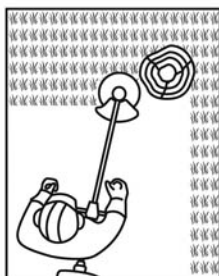

Fig. 29
- > Ponga especial atención al trabajar cerca de setos y árboles: la hoja puede dañar la corteza blanda y los postes de las cercas (Fig. 29).